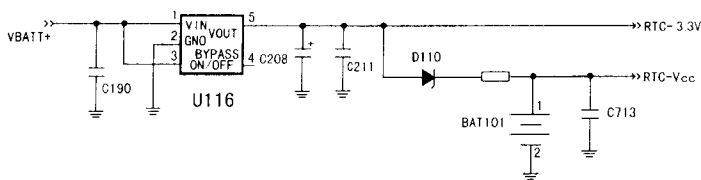

图 1-1 待机供电电路原理图
三星 SGH-A288 型手机的待机供电电路主要由稳压开关管 U116、稳压二极管 D110 和备用电池 RTC、BATT 等组成,电路如图 1-1 所示。根据原理图分析可知,当手机装上电池后,稳压开关管 U116 控制端③脚也是接 VBATT+,使 U116 工作从第⑤脚输出 3.3V 的 RTC-3.3V 电压,该电压一方面供电源带机充电控制电路使用,另一方面还通过稳压二极管 D110 输出 3.3V 的 RTC-V_{CC} 电压为话机的实时时钟电路提供电源,同时也为备用锂电池 BAT101 充电,以防止手机断电后(取出电池)存储的数据消失(如手机电话簿、时间的设定等)。